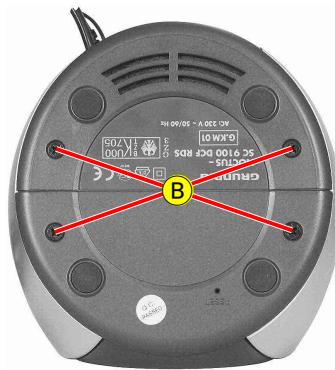

Fig. 2
- 4 Schrauben **B** (Fig. 2) herausdrehen.
- Undo 4 screws **B** (Fig. 2).